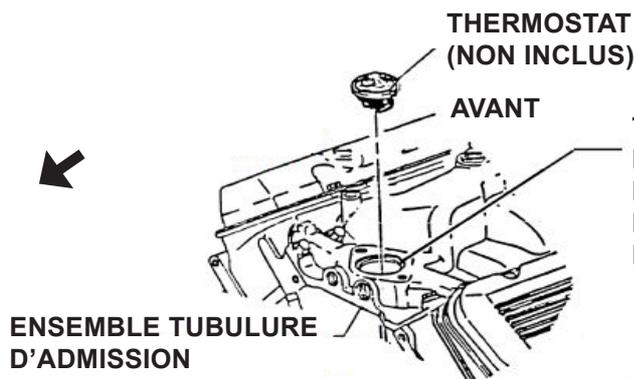

FIGURE 17
2. Poser un thermostat dans la tubulure d'admission. Placer un nouveau joint de boîtier de thermostat sur la tubulure d'admission. Aligner les trous de boulon du joint avec les trous de boulon de la tubulure d'admission. Poser un boîtier de thermostat sur le thermostat et le joint. Appliquer du produit d'étanchéité à filets sur les filets des boulons de boîtier de thermostat. Serrer les boulons à 25 pi-lb. Voir les figures 17 et 18.